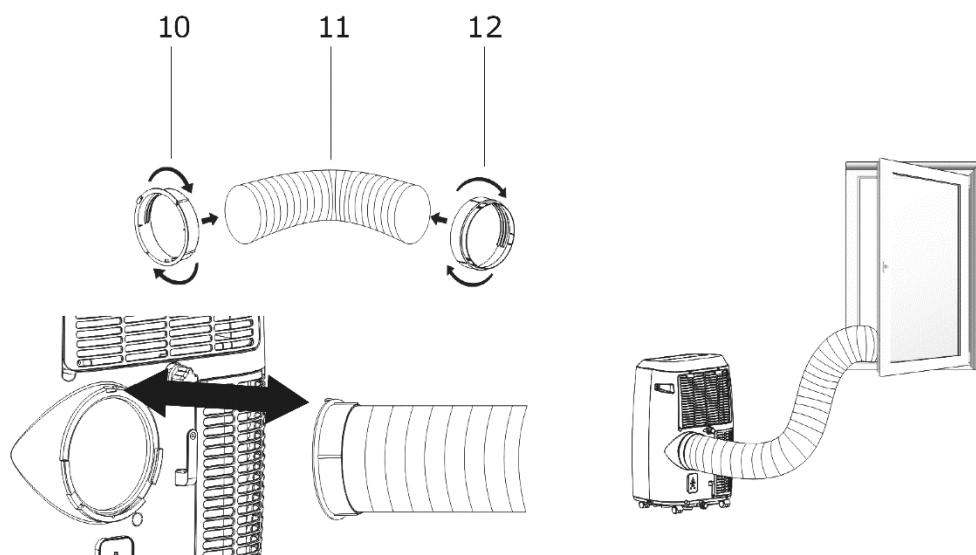

Figure 5 Montage tuyau d'évacuation d'air
- Montez d'abord l'adaptateur de raccordement de l'appareil et l'adaptateur de la garniture de fenêtre sur le tuyau d'évacuation d'air (Fig. 5).